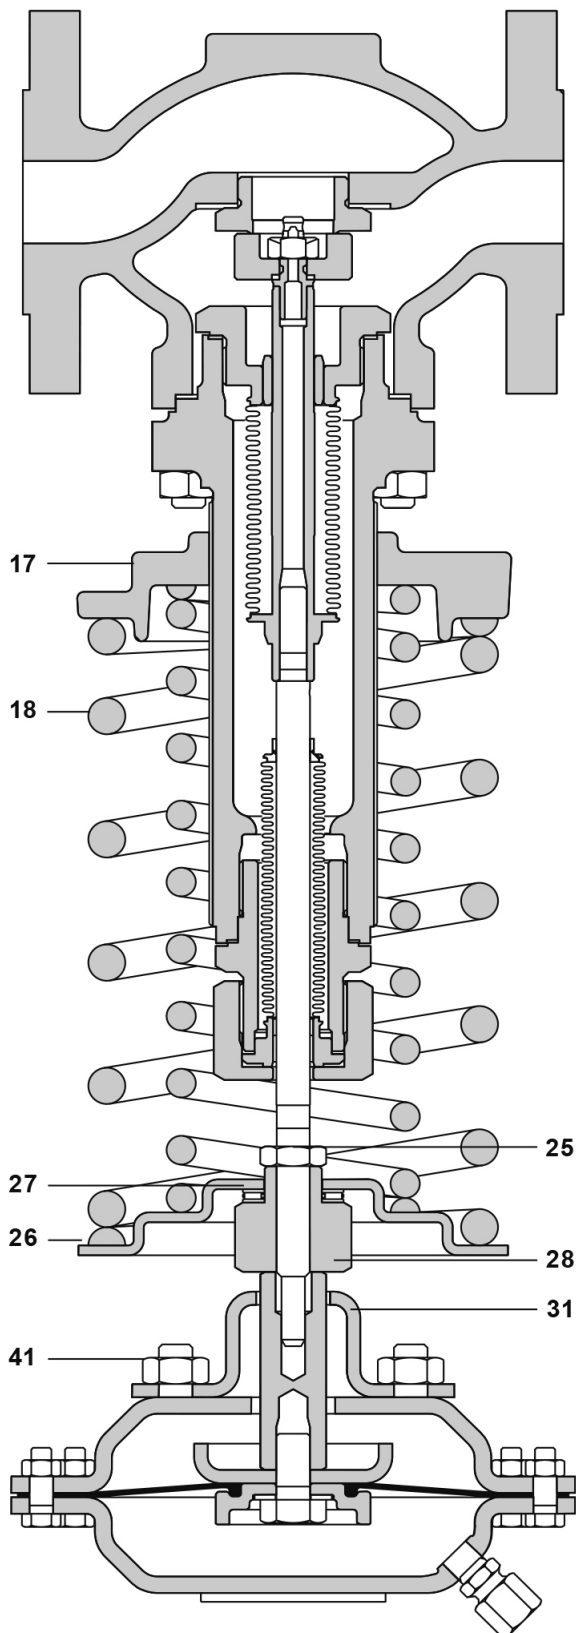

Fig. 8 DN25
4.4.2 Remplacement des ressorts de régulation (Fig. 8 et 9)
4.4.3 Remplacement de l'ensemble d'étanchéité à soufflet (Fig. 8 et 9)